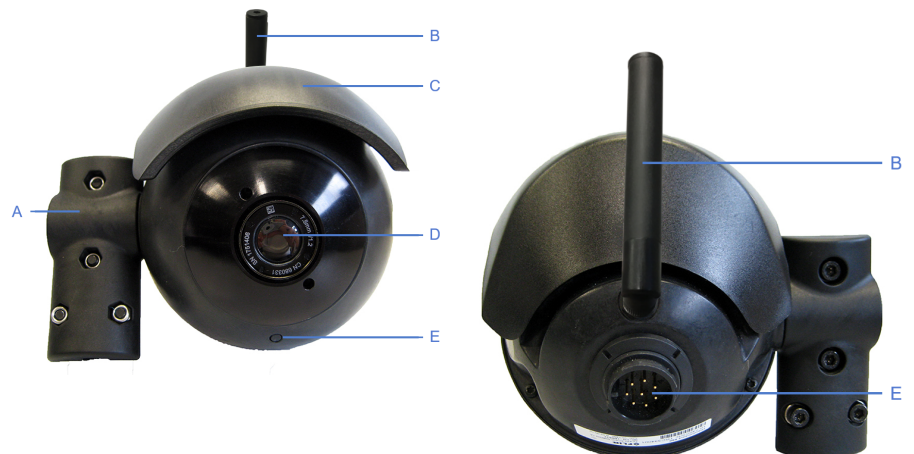

Abbildung 5.1 Vorder- und Rückansicht des ThermiCam AI
- Montagehalterung für die ThermiCam AI-Kamera (siehe Abbildung 5.1 *Vorder- und Rückansicht des ThermiCam AI*, Seite 12.)